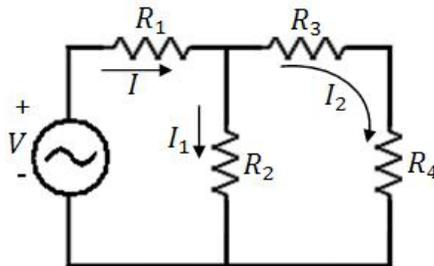

Figura 7.3. Circuito resistivo serie-paralelo
a).- Construya el circuito de la figura 7.3, con $V_i = 5 \text{ sen}(\omega t)$ de frecuencia $f = 1 \text{ KHz}$ y seleccione cada resistencia que este dentro del rango de $2\text{K}\Omega \leq R_{total} \leq 900\text{K}\Omega$, todas las resistencias deben tener diferente valor. Mida el voltaje en cada resistencia del circuito y llene la tabla 7.7